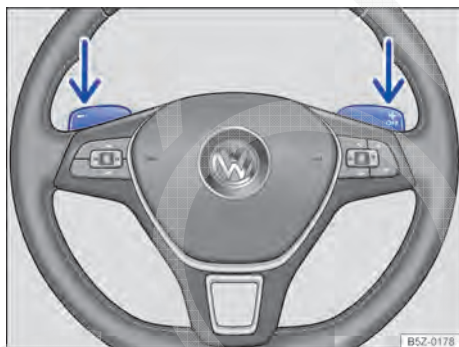

Fig. 103 Volante com dois seletores para troca de marcha no modo manual.
- No programa de condução **D**, **S** ou **M** (modo manual), acionar os seletores basculantes no volante → Fig. 103.
- **OU**: engatar com as chaves de mudança no volante → Fig. 103.